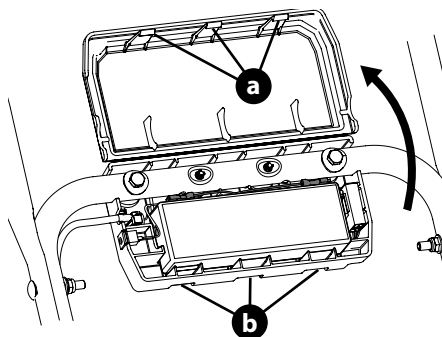

Figura 14
- Suelte las tres lengüetas de traba (a) de las ranuras (b) y abra la caja de la batería (Figura 14).